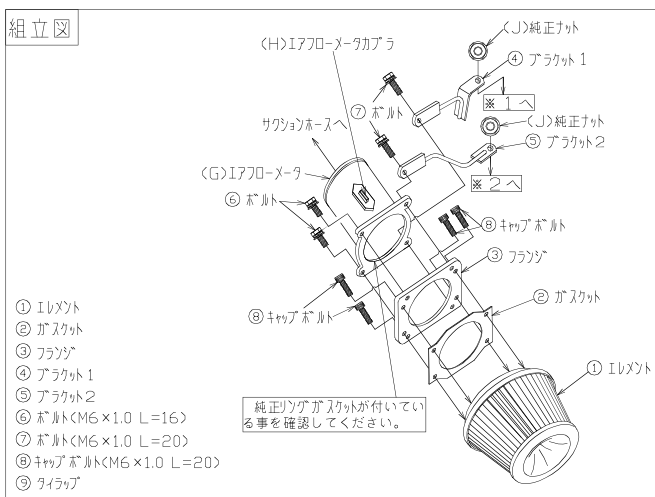

図3
2. 下図3～5を参照してPOWER INTAKEを組立ててください。この時、各ボルト・ナットは仮締の状態にしておいてください。